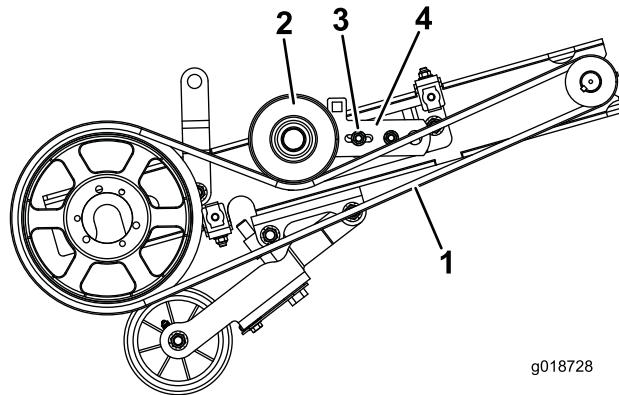

图24
1. 卸下将惰轮皮带轮支架固定到张紧力调节支架的螺母和螺栓支架中长圆孔内的螺栓 图24。
4. 卸掉下皮带防护罩和滚刀驱动皮带 图24。